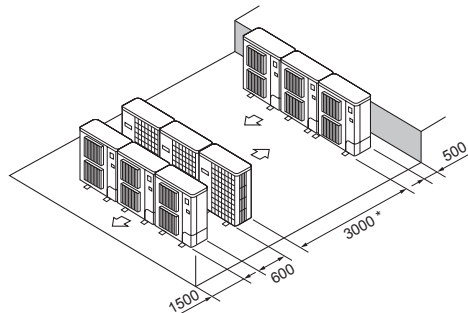

Fig. 2-18
- ⑥ Çoklu paralel ünite düzeni (Fig. 2-18)